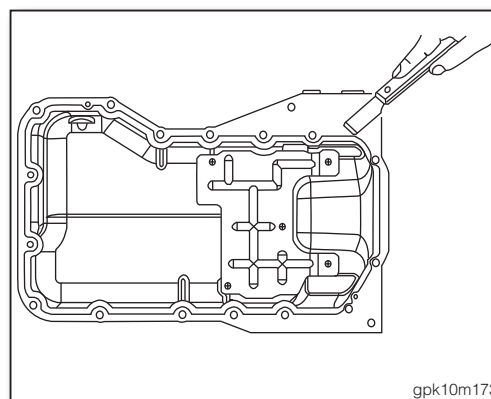

图3
4. 将油底壳与下曲轴箱分离后, 使用刮刀将下曲轴箱与油底壳上的密封胶刮除干净(如图3)。